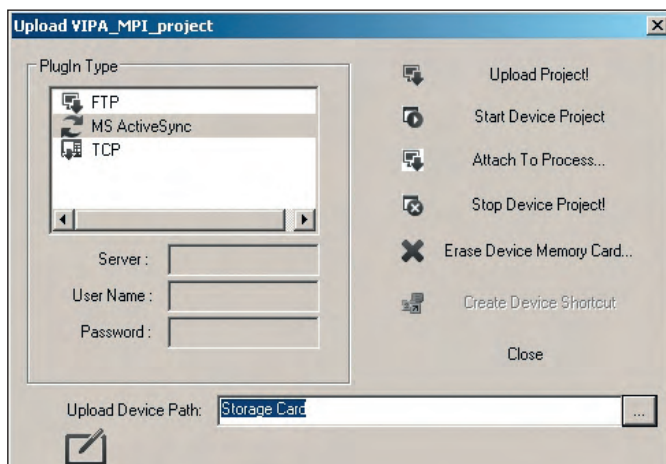

Рис. 9. Загрузка проекта в панель оператора
- в открывшемся диалоговом окне выберите тип загрузки **MS ActiveSync** и путь, например карта памяти панели оператора (рис. 9);